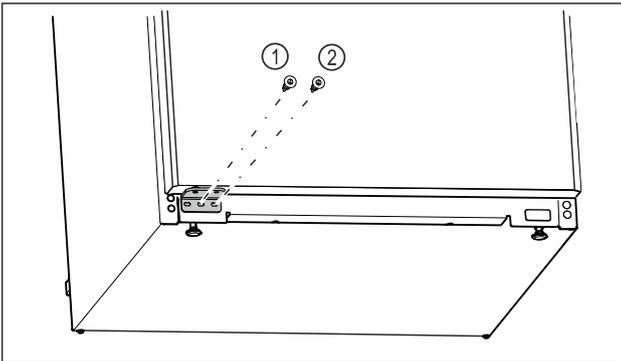

Fig. 25
- ▶ Mittlere Schraube des Lagerbocks Fig. 25 (1) mit Schraubendreher Torx 20 festschrauben.
- ▶ Innere Schraube des Lagerbocks Fig. 25 (2) mit Schraubendreher Torx 20 festschrauben.